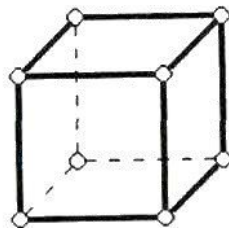

рис. 7
1.20. Каково координационное число кристаллической решетки, элементарная ячейка которой представлена на рис. 7?